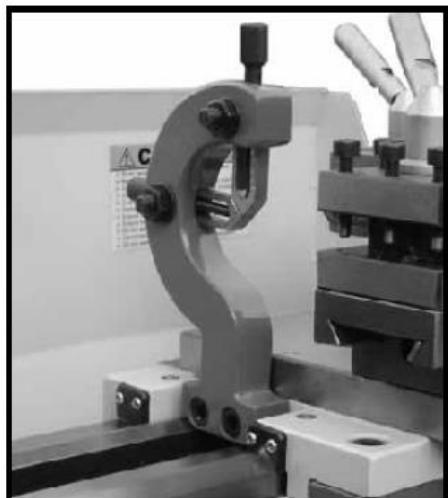

Рис. 31
1. Ослабьте три шестигранные гайки. (А, Рис. 31)
2. Ослабьте винты с накатанной головкой (В, Рис. 31) и отожмите скользящие пальцы (С, Рис. 31), чтобы люнет и его пальцы можно было перемещать вокруг заготовки. Закрепите люнет в нужном положении.
3. Затяните винты с накатанной головкой, так чтобы неплотно прижать пальцы к заготовке. Затяните три гайки (А, Рис. 31). Нанесите машинное масло на точки скольжения.
Подвижный люнет устанавливается на седле и следует за движением токарного резца. Требуются только два скользящих пальца. Место третьего пальца занимает токарный резец. Подвижный люнет используется для токарных работ на длинных, тонких заготовках. Он предотвращает прогиб заготовки под давлением со стороны токарного инструмента. (Рис. 31).